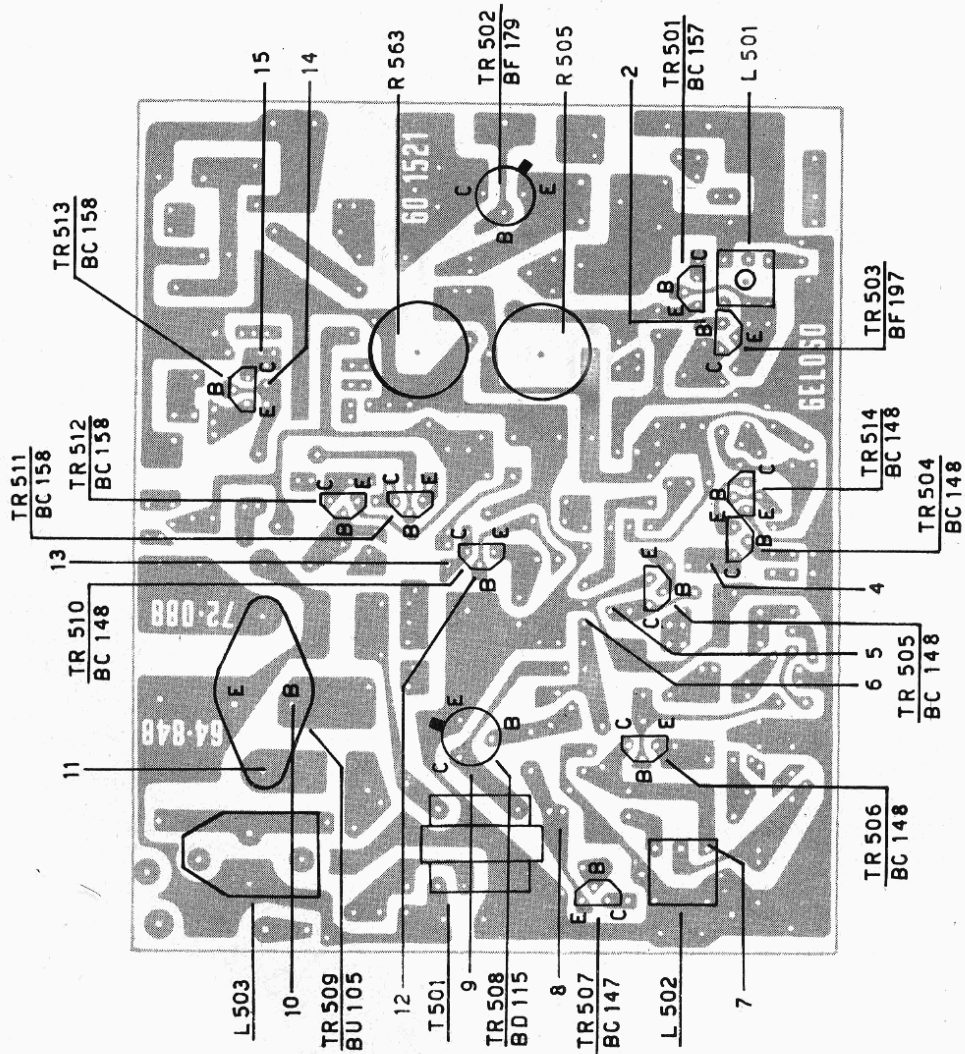

Fig. 7 - Piastra e sincronismi vista lato rame.
- b) Potenziometro R 505 (fig. 7 - sensibilità F.I.) regolato a metà corsa circa.
Questa regolazione deve essere fatta in assenza di segnale di antenna (o meglio staccando il cavetto che collega il gruppo integrato alla piastra di F.I.) e si effettua agendo sul potenziometro R 505 (fig. 7 e 8) fino ad ottenere una tensione emettitore-massa del transistor TR 501 di 3,2 Vdc.